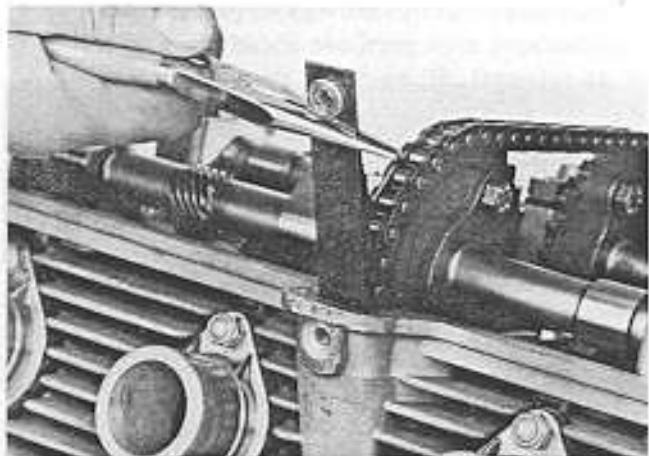

Fig. 32
- Togliere la vite a testa esagonale che lo fissa alla testata e sfilare il pattino tenditore della catena di distribuzione (Fig. 32).
- Loosen the hex. headed screw which secures it to the cylinder head and remove the chain tensioner blade (Fig. 32).